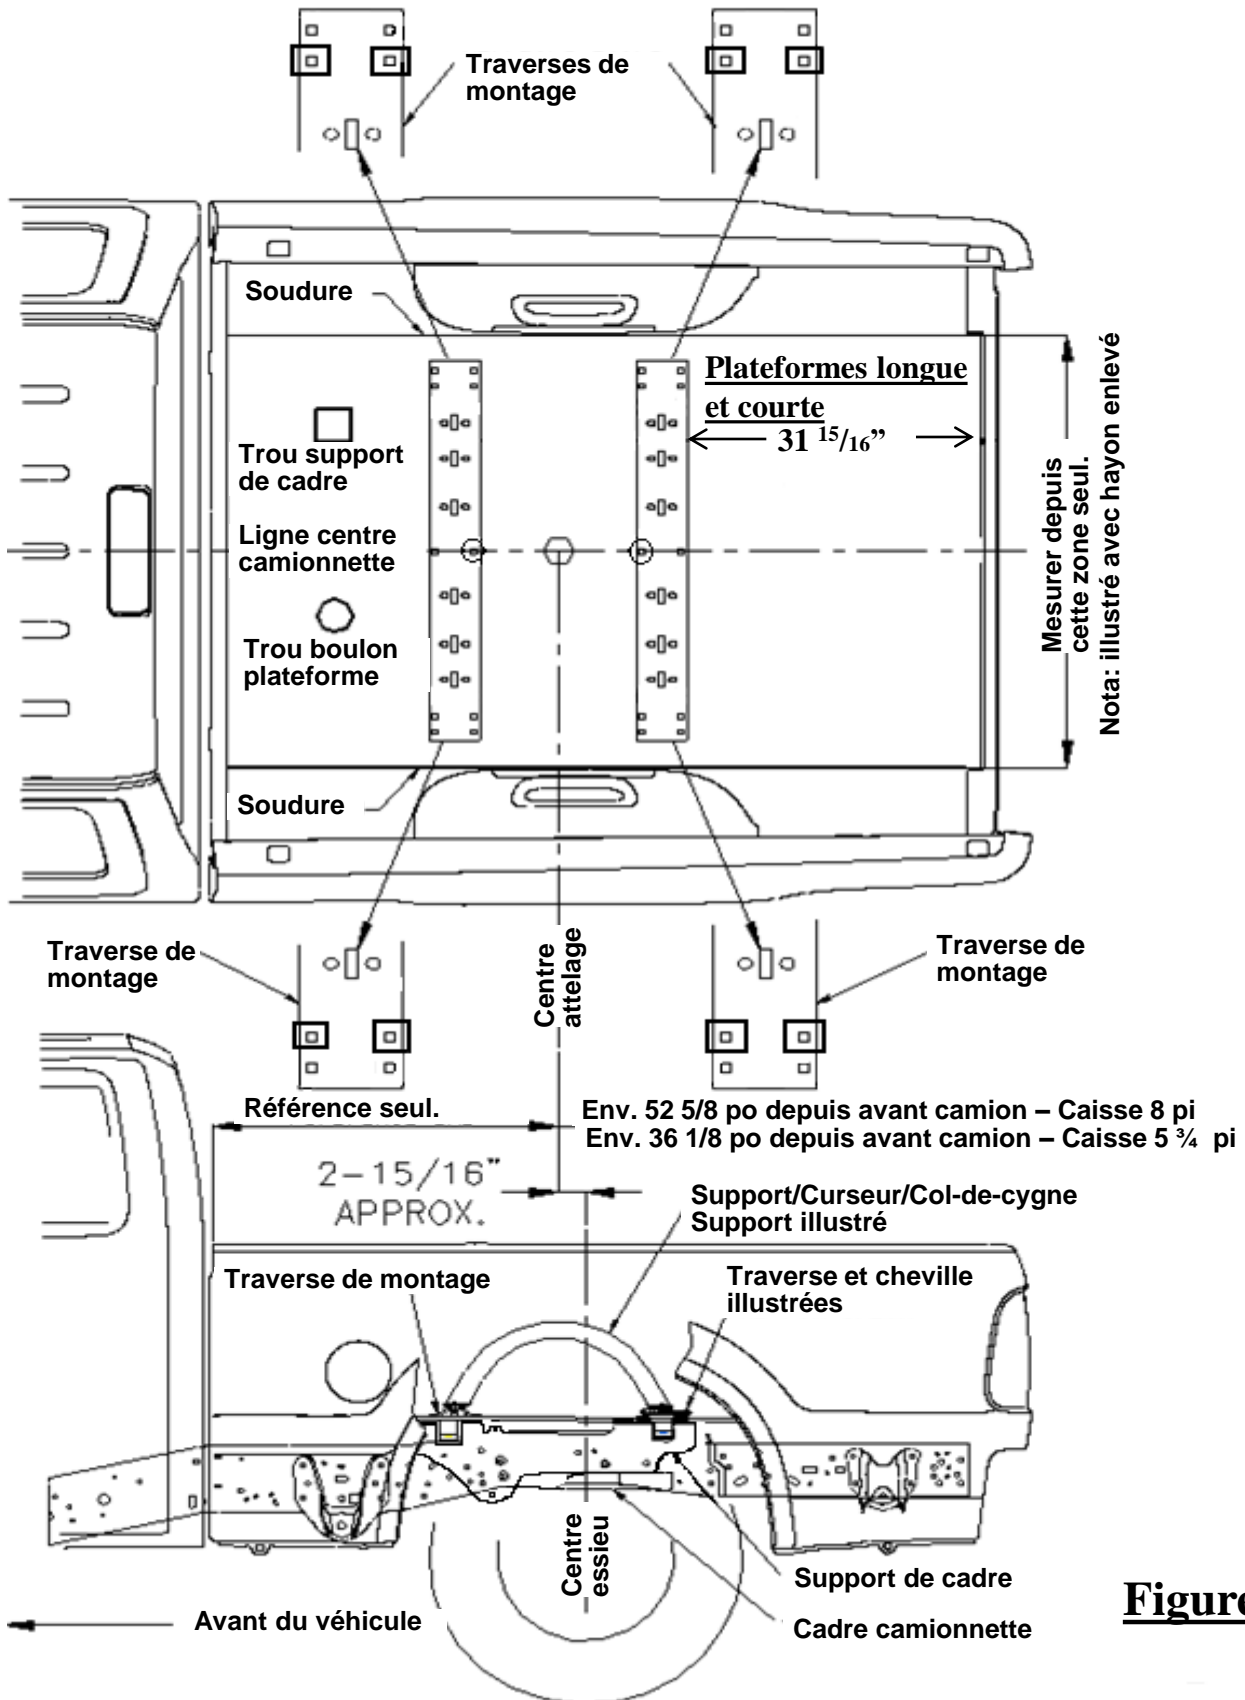

Figure 5
4. Placer la traverse de montage arrière dans la caisse de la camionnette. À l'aide du ruban à mesurer, centrer la traverse entre les joints de soudure sur la longueur du plancher de caisse, et déterminer la distance appropriée à partir du bord arrière de la caisse, comme illustré à la Figure 5. Voir la page 1 pour le montage des supports sur les traverses. Voir ci-dessous pour le montage des supports sur le cadre.
5. Marquer l'emplacement des trous à l'aide d'un pointeau, comme illustré à la Figure 5. Écarter la traverse et percer chaque marque à l'aide d'une mèche 1/8 po. **Avvertissement : Lors du perçage, veiller à ne pas endommager des composants du véhicule comme les conduites de frein et les réservoirs d'essence, et à prendre les mesures de protection nécessaires.**